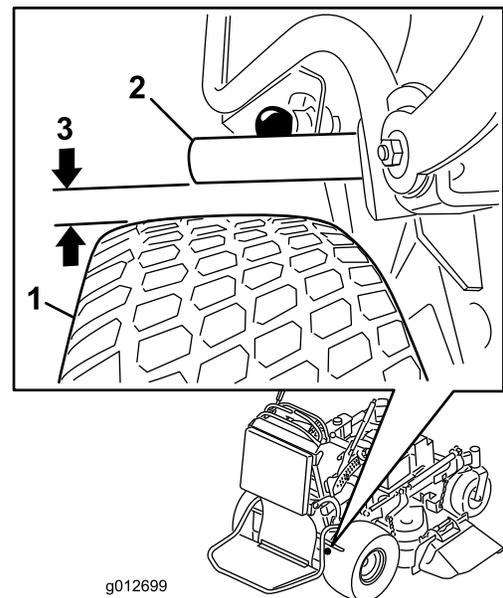

図 61
4. ブレーキを解除した状態で、ブレーキ・バーとタイヤとの距離を測る。この距離が5～8 mmであれば適正である（図 61）。調整が必要な場合には、「駐車ブレーキの調整」の項を参照。
5. ヨークを調整する。ブレーキ・バーとタイヤとの距離が 5~8 mm あることが必要である。ブレーキをきつくするには、ヨークを上に移動させる。ブレーキを弱くするには、ヨークを下に移動させる（図 61）。